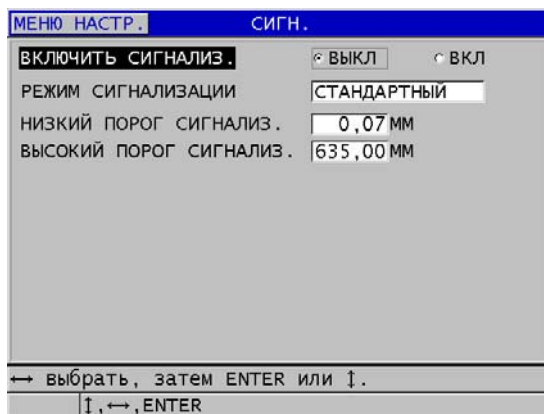

Рис. 8-7 Настройка **СТАНДАРТНОГО** режима сигнализации
3. В окне **СИГН.** (см. Рис. 8-7 на стр. 125):